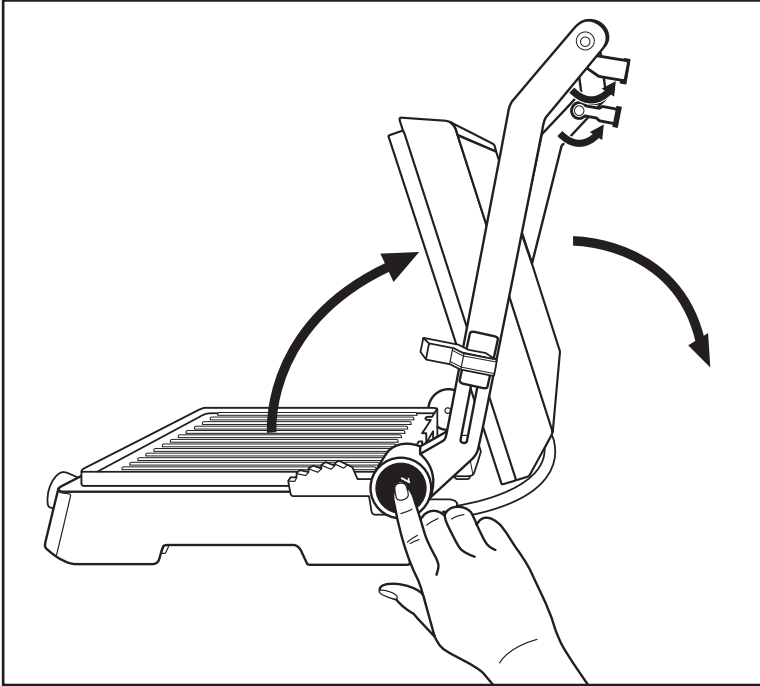

Abb. 1
- 1) Klappen Sie die beiden Stützfüße **1** aus (Abb. 1).
- 2) Drücken Sie die Entriegelungstaste **3** (**180°**) (Abb. 1) und öffnen Sie den Gerätedeckel so weit, dass beide Heizplatten **10** als Tischgrill benutzt werden können.